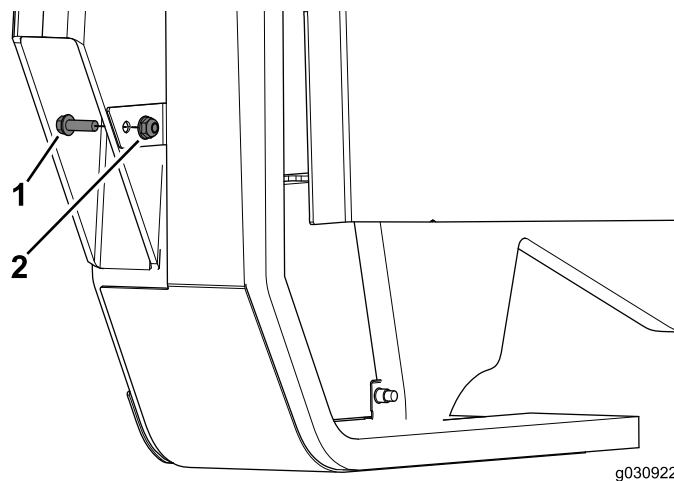

図 28
4. ボルト1/4 x 3/4 インチとフランジナットを使って、パネルアセンブリの組み付けを終わらせる 図 28。